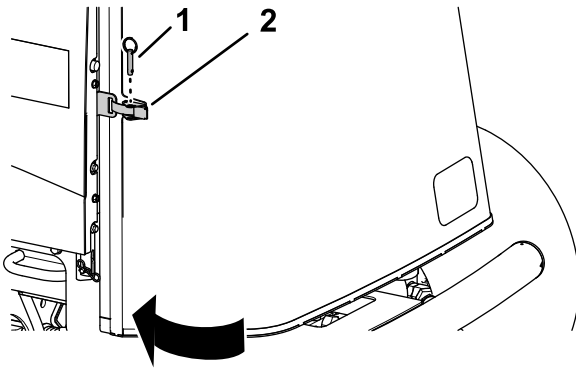

Figure 96
1. Fermez et verrouillez la protection (Figure 96).